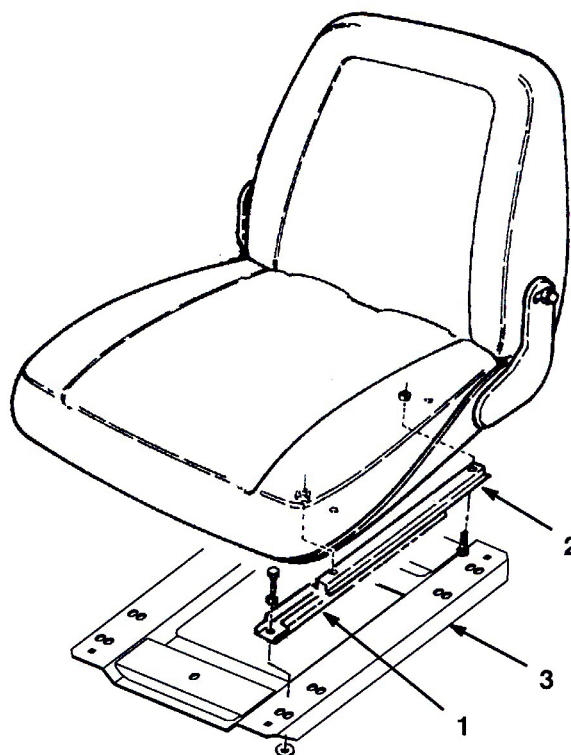

図2
1. 上下のシート・スライドを固定している出荷用のタイを解く。このとき、下シート・スライドの正しい取り付け方向を確認する (図2)。
2. 下スライドを上スライドに挿入する (図2)。
3. シート・プレートに運転席を仮止めする (図2; 運転席についているネジを使用)。